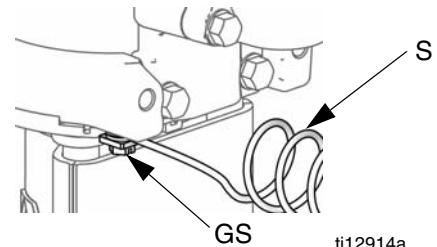

Рис. 2. Винт заземления и провод
- Насос: Смотрите Рис. 2. Проверьте, что винт заземления (GS) зажат надежно прикручен к пневмодвигателю. Подсоедините другой конец провода (S) к надежной линии заземления.